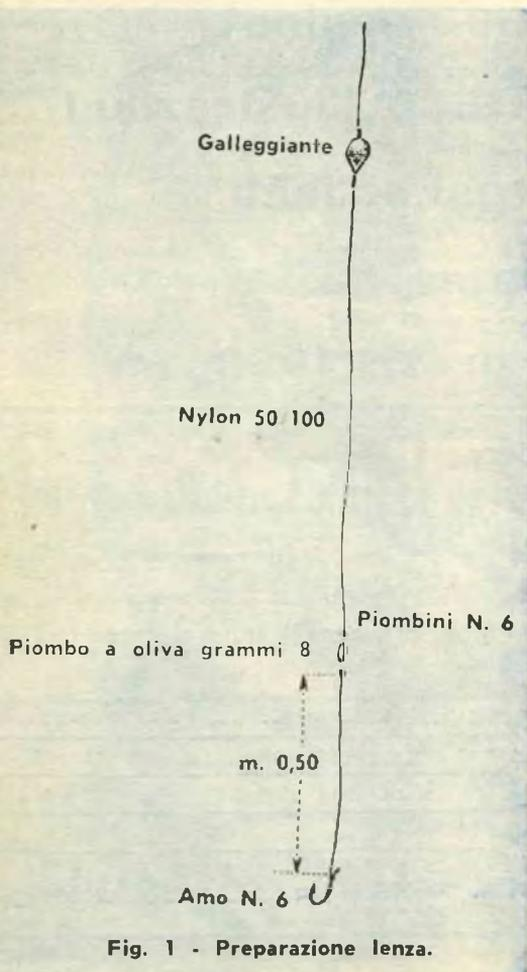

Fig. 1 - Preparazione lenza.
**Fig. 1 - Un raggio di luce che incontra la superficie dell'acqua formando con la verticale un certo angolo  $a$  — diverso da  $0^\circ$  — viene in parte riflesso — 5% — con un angolo  $a'$  =  $a$  rispetto la verticale e in parte passa oltre assumendo il nome di raggio rifratto, formando con la verticale un angolo  $a''$  minore di  $a$ .**